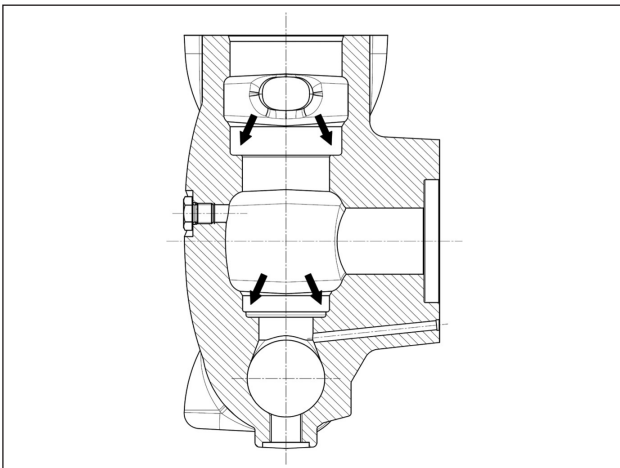

Abb. 107
Vor dem Wiedereinbau der Ventilgruppen reinigen und trocknen Sie gründlich ihre Sitze im Kopf, siehe Pfeile (Pos. ①, Abb. 107).